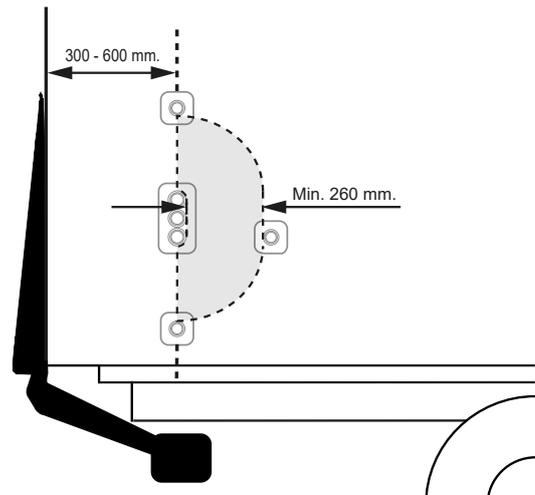

Abbildung 59. Montage von Bedienvorrichtung CD 1 für den Zweihandbetrieb.
2. Der Abstand zwischen der Rückseite des Fahrzeugs und der Mitte der Bedienvorrichtungen muss 300-600 mm betragen. Der Abstand zwischen den Bedienvorrichtungen muss mindestens 260 mm betragen. Siehe Abbildung 59.